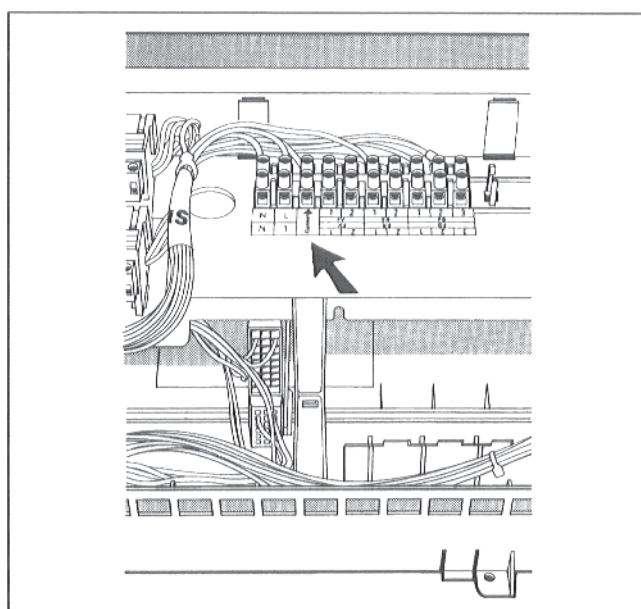

Рис. 5: Наклеить наклейку
- Наклеить наклейку с обозначениями зажимов. Стрелка должна показывать в направлении зажимов! (Рис. 5).